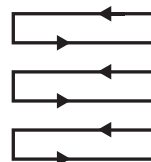

Fig. 19
5. Corte em colunas ligeiramente sobrepostas. O padrão mais eficaz para cortar a relva são linhas retas ao longo de um dos lados. Isso manterá as linhas uniformes e garantirá que toda a relva seja cortada sem perder nenhum ponto (Fig. 19).
8. Esvazie o armazenador de relva (23) regularmente